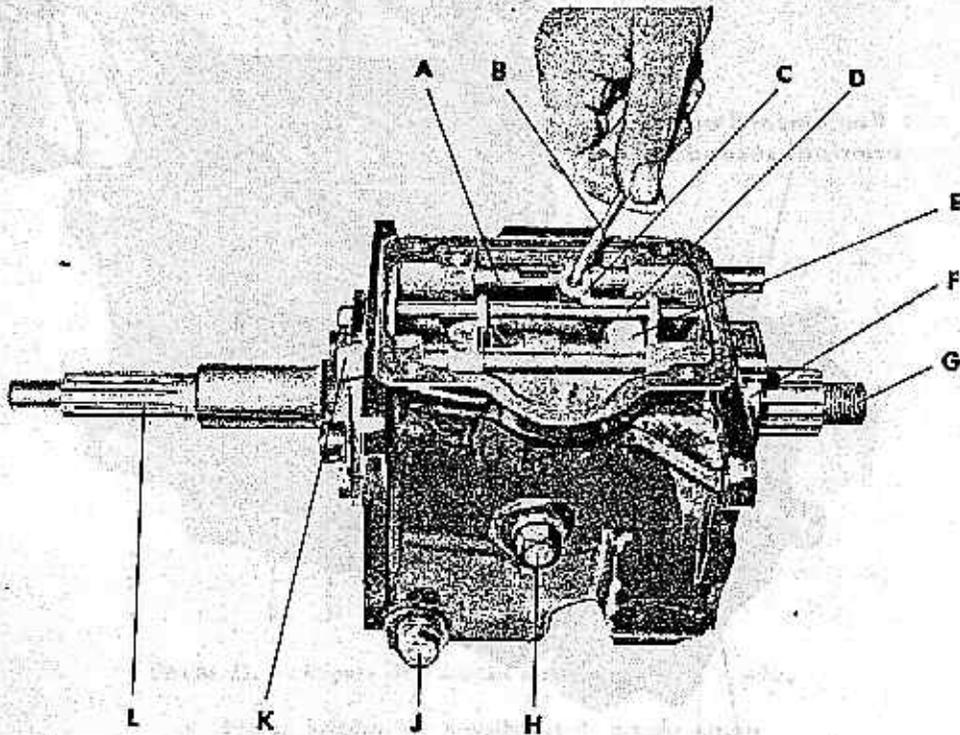
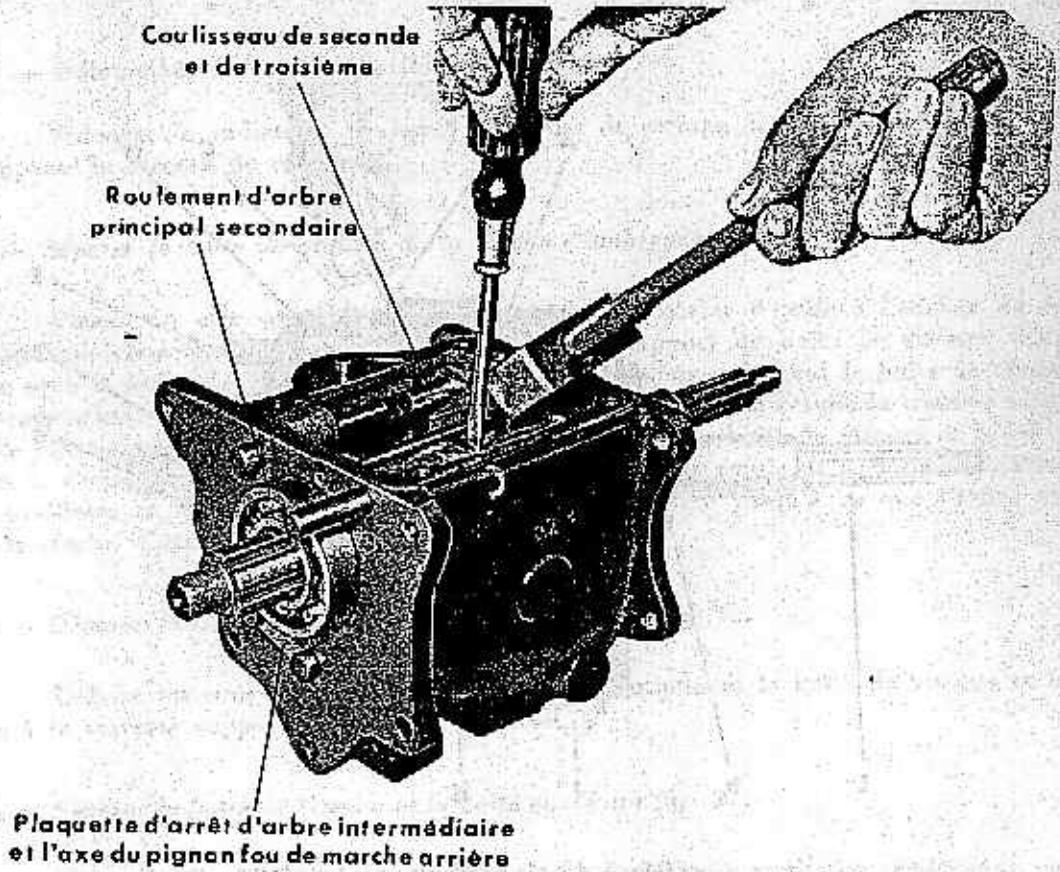

FIGURE 8. — Dépose des vis de blocage des fourchettes.
FIGURE 9. — Dépose des coulisseaux.
C. — *Dépose de la tige de guidage de fourchette (fig. 8).*
Enlever la vis de blocage de chaque fourchette (fig. 8). Taper sur les coulisseaux pour les faire sortir en partie de la boîte de vitesses (fig. 9) en prenant soin de ne pas perdre la bille de verrouillage de chaque coulisseau. Maintenir la fourchette et retirer les coulisseaux de la boîte.